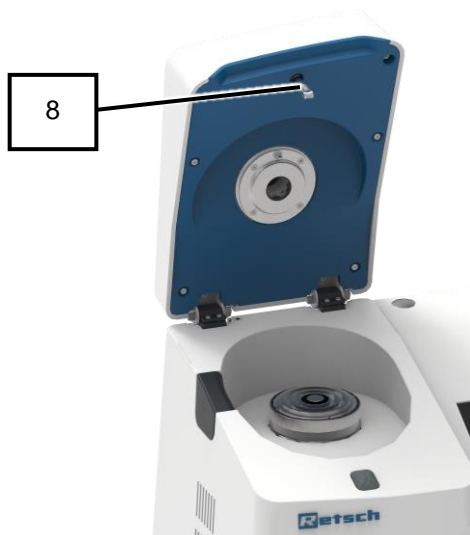

Fig. 63: Chiusura
5. Verificare la mobilità dei rulli del meccanismo di chiusura (8) (Fig. 63).
6. Se necessario, lubrificare i rulli del meccanismo di chiusura (8) con olio per macchine da cucire.
7. Accendere l'apparecchio tramite l'interruttore principale (16) posto sul lato posteriore dell'apparecchio.
- ➔ Il display touch (6) viene attivato e la base del selettore rotativo (7) si illumina brevemente di blu.
8. Chiudere manualmente il coperchio dell'apparecchio (2) e mantenerlo circa 2 secondi in posizione chiusa. Prestare attenzione ai segnali acustici.
- ➔ Il coperchio dell'apparecchio (2) viene bloccato e mantenuto chiuso dal perno di chiusura (8).
- ➔ Il meccanismo di chiusura (8) è controllato e oliato al bisogno.